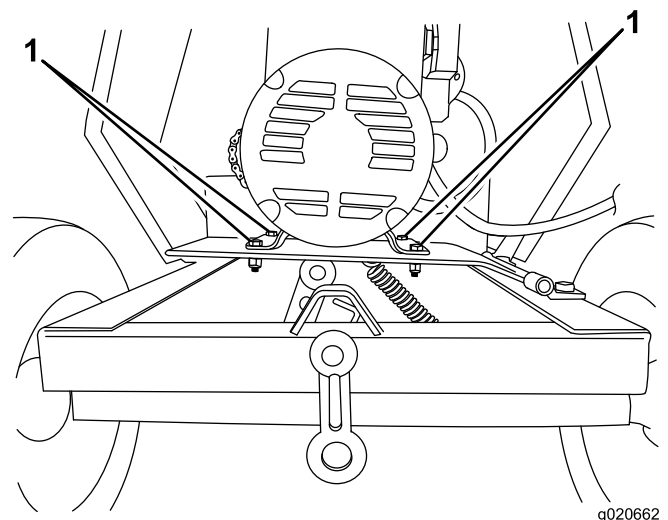

Figura 36
- B. Afloje los pernos y las tuercas que sujetan el motor a la chapa del motor (Figura 36).
- **Para aumentar la holgura**—Aleje el motor de la polea tensora (Figura 36).
- **Para reducir la holgura**—Acerque el motor a la polea tensora (Figura 36).